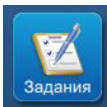

Рис. 6-9: Пример задания
11. Выберите поле и перетащите его или используйте кнопку , чтобы переместить поле в нужное расположение, как показано на Рис. 6-9 на стр. 6 – 12.
17. Выберите поле и перетащите его или используйте кнопку , чтобы переместить поле в нужное расположение, как показано на Рис. 6-9 на стр. 6–12.